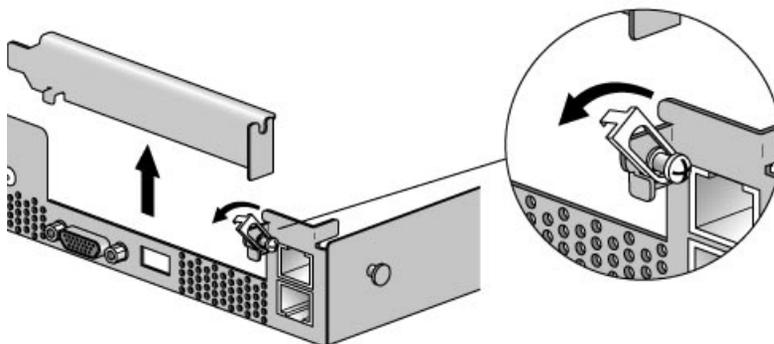

FIGURE 4-7 Retrait ou installation d'une carte PCI horizontale
3. Desserrez la vis qui retient la bascule de la carte à l'extérieur du panneau arrière du serveur (voir FIGURE 4-7).